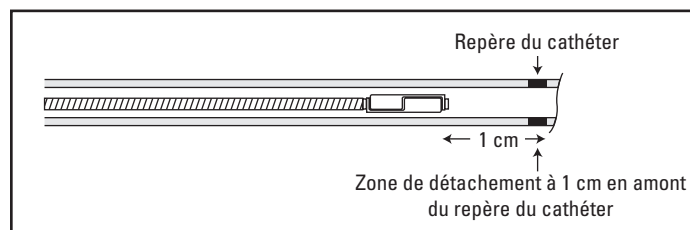

Figure 7. Progression du système d'occlusion IDC en fibre Interlock - 35 jusqu'à sa position de pré-libération
12. Faire progresser le système d'occlusion IDC en fibre Interlock - 35 sous radioscopie jusqu'à ce que la zone de détachement du coil soit située à environ 1 cm en amont de l'extrémité du cathéter (figure 7).